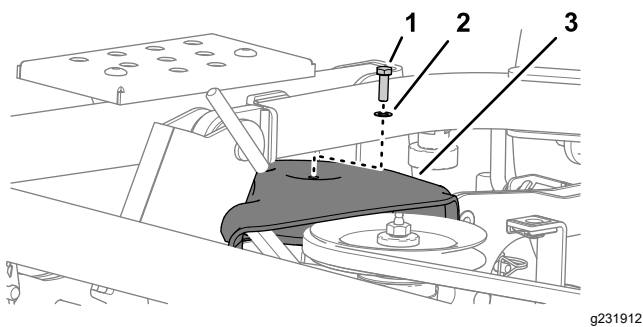

図 117
2. プーリカバーを刈り込みデッキに固定しているボルトとワッシャを外す 図 117。
1. プーリカバーを、一番右側のプーリに合わせる 図 117 プーリカバーの取り外し \(ページ 72\) を参照。